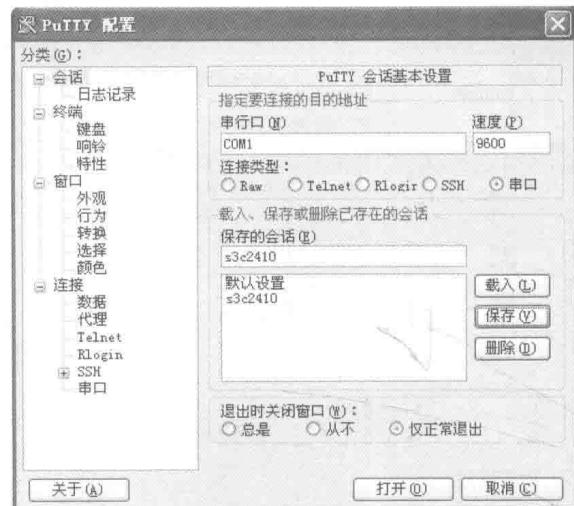

图 4-7 保存界面
(5) 在“保存的会话”窗口输入想要保存的名字，保存界面如图 4-7 所示，点击“保存”按钮即保存了用户的配置，接着点击“载入”按钮打开工作界面。